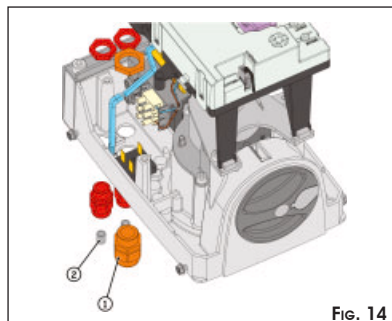

Fig. 14
① Monter les trois passe-câbles fournis avec les écrous de fixation spécifiques (Fig.14).
- ✋ Le passe-câble de plus grande dimension (Fig.14 réf. ①) doit toujours être utilisé.
- Si l'on n'utilise pas les deux autres passe-câbles, les fermer avec les bouchons fournis (Fig.14 réf. ②). Introduire le bouchon en plastique dans le trou de passage du câble et fermer le passe-câble jusqu'à son blocage.